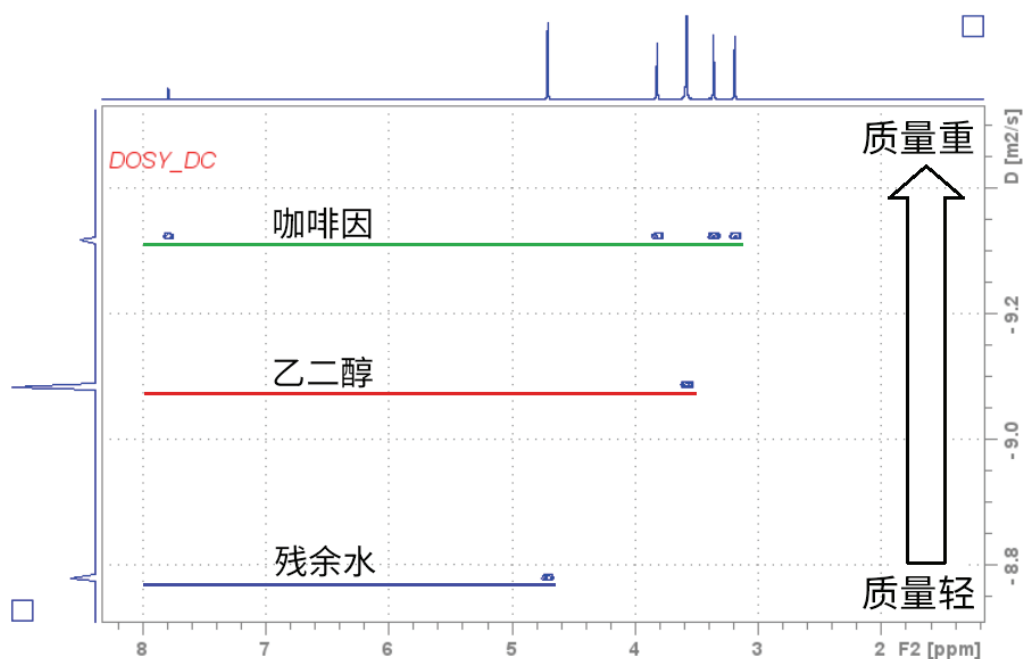

图1:使用DOSY_DC参数集,在2分55秒内记录到的¹H NMR DOSY实验:使用AvanceCore 400 MHz NMR波谱仪对D₂O溶剂中约5毫克的咖啡因和乙二醇进行测试。请注意:y轴是沿着扩散系数的指数(10为底数)进行绘制的(即DOSY指数γ),详见应用说明的结尾。
- 通常而言，产物和聚合物是反应混合物中最重的组分，它们出现在DOSY谱的顶部。在上例中，就是咖啡因（图1的绿色部分）。
- DOSY的质量解析能力往往足以区分较重的组分与中等分子量的前体和碎片（位于DOSY谱的中部）。为了进一步说明上例DOSY谱的中部，我们向混合物中添加了乙二醇（图1的红色部分）。
- 较小的有机分子（例如：残留溶剂和水）通常在DOSY谱的底部，很好分辨（图1残留水，蓝色）。
进行回归分析的方法有很多, 例如: 图1所示的线性回归。另一种方法是使用幂回归。在任一情况下, 将算得的分子量 (表1中的M DOSY) 与已知的真实分子量 (表1中的M [g/mol]) 关联起来, 算出偏差百分比 (图1的M % 偏差)。
使用DOSY实验根据校准, 确定未知分子量时, 典型误差约为± 30 % (见表1的“M % 偏差”列)。在比较结构、极性和氢键性质相似的化合物时, 误差可能较小。换言之, 如果结构的官能团不同, 则可能导致极性和氢键发生剧烈变化, 误差也更大, 比如布洛芬和布洛芬甲酯 (图1)。如果只考虑分子量对扩散系数的影响, 那么布洛芬甲酯应当更重, 所以扩散速度比布洛芬慢, 即布洛芬甲酯的信号应当出现在布洛芬信号的上方。但由于它们的重量差异很小 (仅14 g/mol), 极性变化很大——布洛芬具有极性羧酸基团[-COOH], 这是布洛芬甲酯所没有的, 它含有少量的极性酯基团(-COOMe)——因此情况相反。